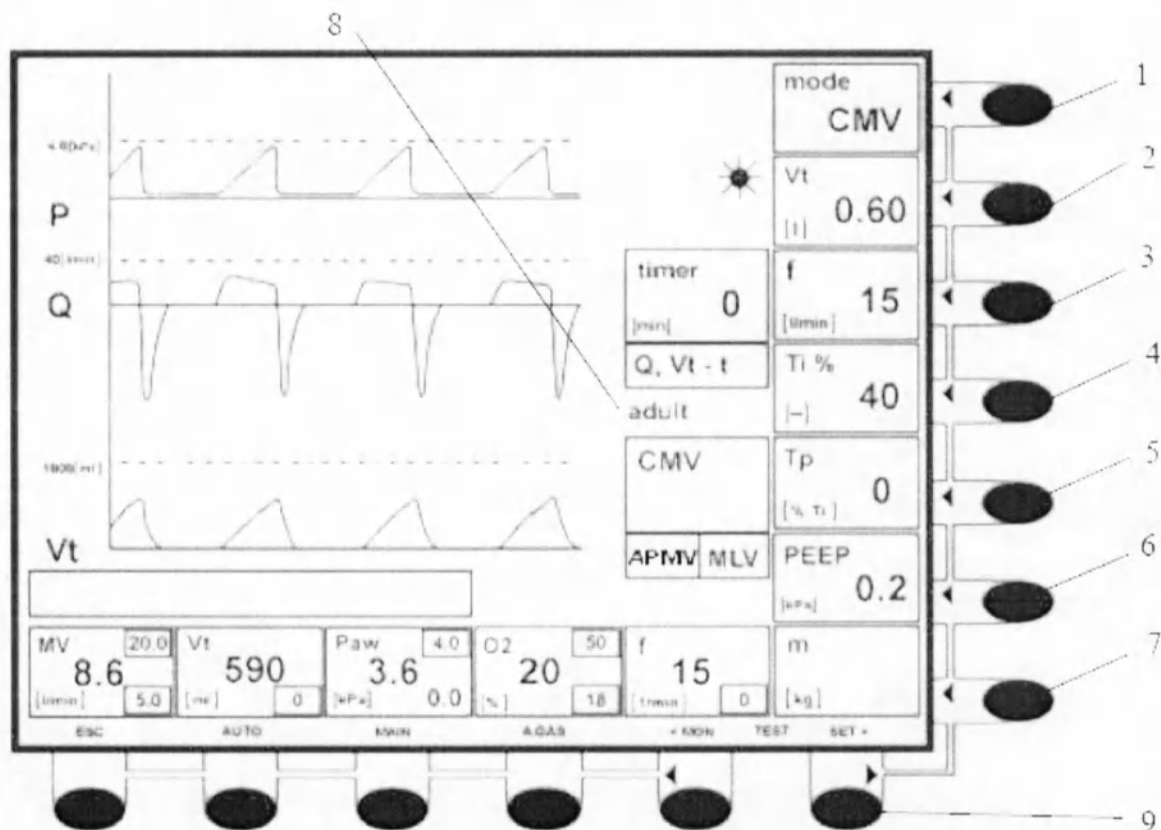
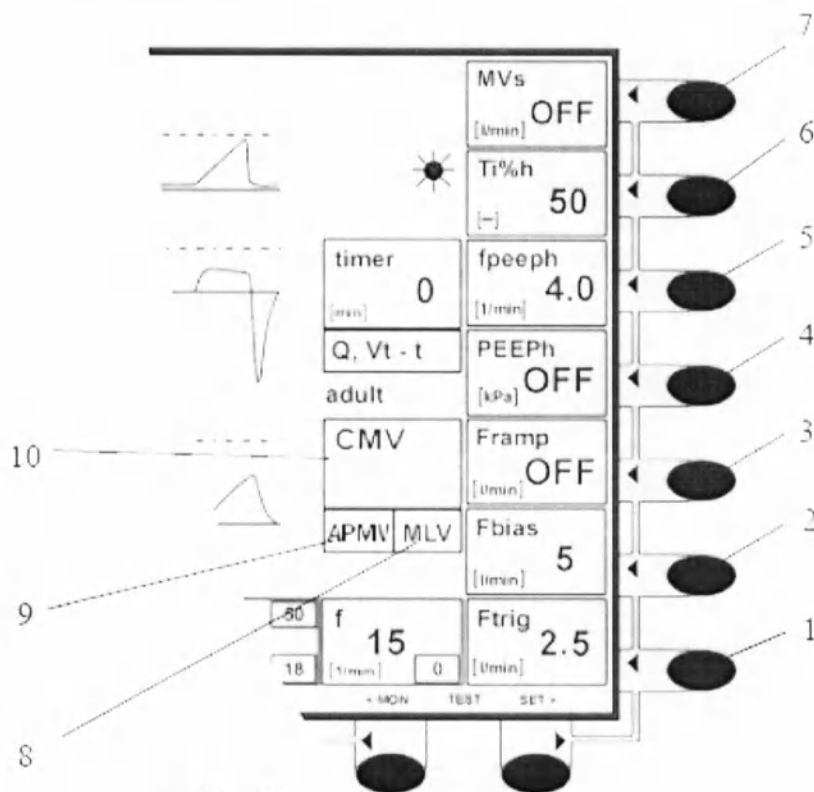
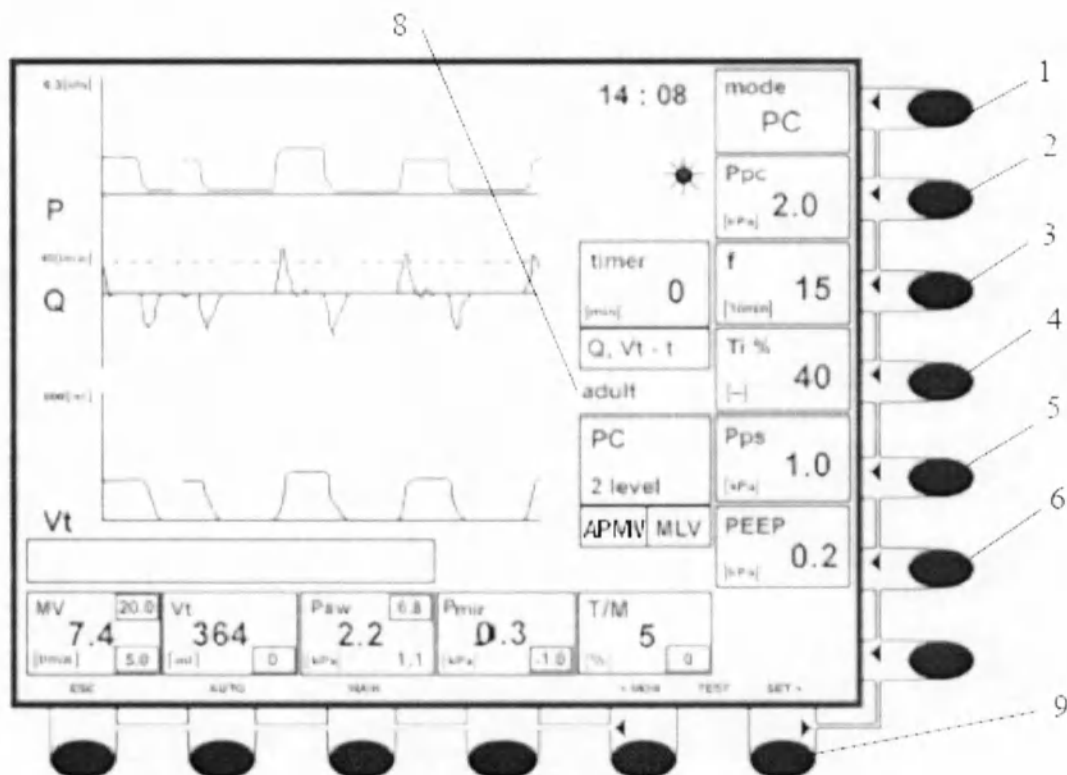
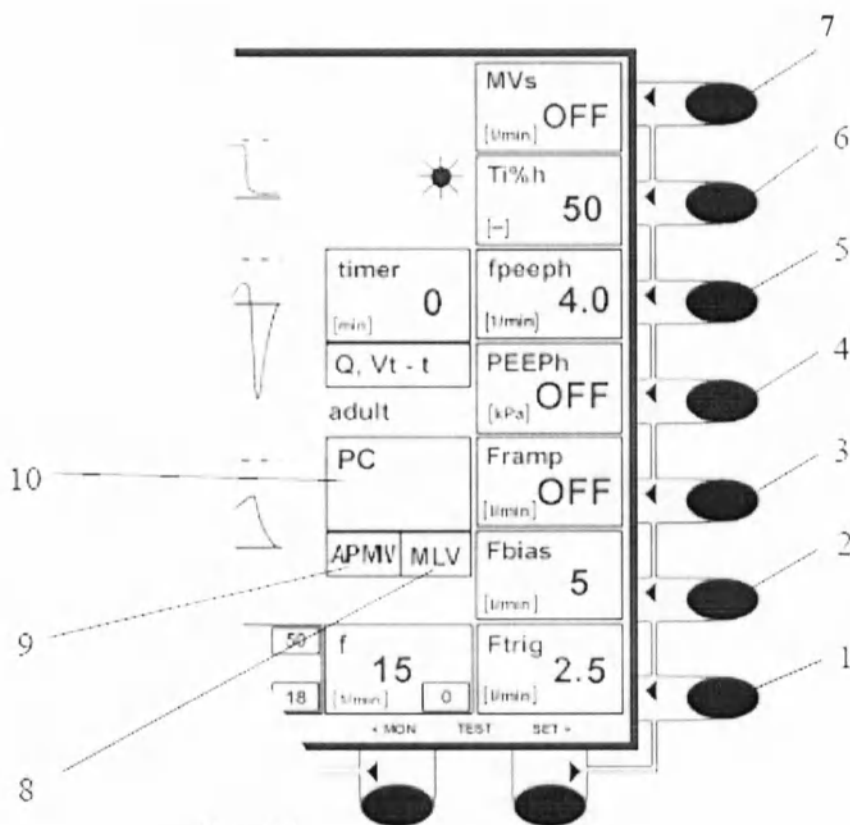

Рис. 28
Рис.30
Рис. 32
Рис. 33
1. (рис. 28) - Нажав кнопку «MODE», активируется функция редактирования вентиляционного режима автоматической управляемой вентиляции, это сопровождается изменением цвета редактируемой функции (такое проявление характерно для каждого редактируемого параметра вентилятора). Поворачивая поворотной-нажимной манипулятор - ENTER (2 - рис. 4) влево или вправо, можно изменять вентиляционный режим, выбирая из предлагаемых вариантов. В нашем случае выбирается режим CMV. После редактирования, нажав на поворотной-нажимной манипулятор - ENTER, подтверждаем выбор данного режима. В то же время на дисплее становятся доступными для редактирования и соответствующие вентиляционные параметры.
Примечание: Каждый изменяемый параметр, который выбирается нажатием соответствующей кнопки рядом с окном – см. рис. 28, сопровождается изменением цвета соответствующего окна. Изменение значения редактируемой величины, или состояния, производится вращением поворотно-нажимного манипулятора (2 – рис. 4) влево или вправо. Подтверждение изменения редактируемого параметра всегда производится нажатием поворотно-нажимного манипулятора – ENTER. Также подтверждение изменения того или иного параметра производится путем введения в состояние редактирования нового параметра нажатием клавиши рядом с соответствующим окном, данные в котором необходимо изменить. Окончательное подтверждение выбора редактируемых параметров производится нажатием поворотно-нажимного манипулятора – ENTER.
1. Нажав клавишу «**SET**» рис. 28, откроется первое подменю поля редактирования (см. ст. 3.1.1.1.3), где врачу предлагаются следующие возможности установки вентиляционного режима путем выбора предлагаемых параметров – см. рис. 30 - рис. 30 - Нажав кнопку «**Ftrig**», появляется возможность изменять чувствительность ассистора (триггер) потока в диапазоне в зависимости от распознанного датчика потока – (8 – рис. 28):
2. Нажав клавишу «Fbias», появляется возможность регулирования «вспомогательного потока», образующего динамический запас газов в диапазоне OFF, от 1 до 20 л/мин, с шагом 1 л/мин, предустановленное значение зависит от распознанного датчика потока – (8 – рис. 28):
Если уровень чувствительности ассистора не изменен вручную, значит, чувствительность ассистора настроена на установочную настройку в соответствии с распознанным датчиком потока – (8 – рис. 30):
Настройка параметров чувствительности триггера и «вспомогательного потока Fbias» – см. ст. 8.3.1.2.2 раздел /1, 2 - рис. 30/ и далее.
1. Нажатие **клавиши «MODE»**, позволяет выбирать режим, в нашем случае выбирается режим PC. После выбора, нажатием поворотного-нажимного манипулятора - ENTER, подтверждаем режим. Одновременно на дисплее становятся доступными и информационные окна соответствующих вентиляционных параметров – см. рис. 32.
3. Нажатие **клавиши «f»** позволяет редактировать частоту вентиляции в диапазоне, зависящем от распознанного датчика потока – (8):
1 - рис. 32 – нажатие **клавиши «SET»**, позволяет открыть первое «подменю» поля редактирования (см. ст 3.1.1.1.3), где пользователю предлагаются расширенные возможности программирования вентиляционного режима путем выбора предлагаемых параметров – см. рис. 33
2. – рис. 33 – Нажатие клавиши «Ftrig» позволяет изменять чувствительность триггера потока в зависимости от распознанного датчика – (8 – рис. 28):
Нажатие клавиши «Fbias» позволяет редактировать «вспомогательный поток», образующий динамический запас газов в диапазоне OFF, 1 до 20 л/мин, с шагом 1 л/мин, предустановленное значение, в зависимости от распознанного датчика потока – (8 – рис. 28):
1. Вентиляционный режим SPC по своим техническим особенностям выделяется тем, что он на самом деле является режимом 2-Level (см. CD диск – ИВЛ теория), т.е. вентиляцией на двух уровнях давления. Другими словами это способ вентиляционной поддержки, при котором у спонтанно дышащего пациента на двух запрограммировано чередующихся значениях уровней давления при переходе с более высокого уровня давления $P_h = (P_{rc})$ на более низкий уровень $P_{low} = (PEEP)$ происходит удаление дыхательных газов из дыхательного контура. Удаление происходит именно того количества смеси, на которое этот объем увеличился при переходе с более низкого уровня давления на более высокий. Чередование уровней давления синхронизируется со спонтанным дыханием с помощью активации триггера. У пациента сохраняется возможность спонтанного вдоха на обоих уровнях давления с поддержкой давлением «Pps» равного значению PEEP (когда значение поддержки давлением «Pps» равно 0 – см. /5 - рис. 32/).
Вентиляционный режим SPC является автоматическим режимом, без необходимости настройки параметров, позволяющих реализовывать спонтанное дыхание пациента и на верхнем уровне давления ($P_{pc} = P_h$), и на нижнем уровне давления ($PEEP = P_{low}$) с возможностью программирования поддержки давлением спонтанной вентиляции на уровне выбранного давления « P_{ps} » - (5 – рис. 32) режима PS.
3. – рис. 33 - Нажав клавишу «Framp», можно изменить скорость нарастания «рампы» (величину наклона возрастающей кривой давления и потока) в диапазоне OFF, от 100 до 20 л/мин, с шагом 10 л/мин, предустановленное значение - OFF.
Визуальное подтверждение того, что запрограммированный таким образом режим 2-Level работает - находится в информационном окне (10 – рис. 33) в виде текстового сообщения: